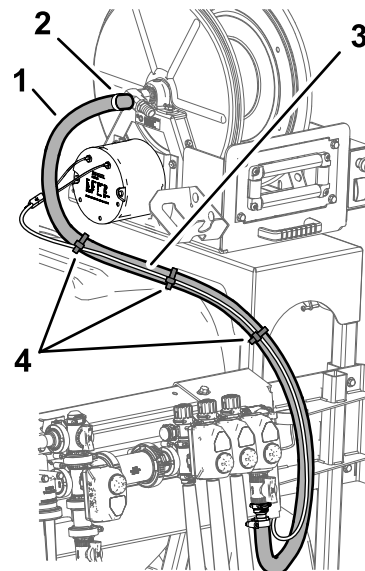

Figura 50
4. Ligue o tubo de 180 cm à união estriada do tubo no cilindro de tubagem e prenda o tubo à união com uma braçadeira de tubos como se mostra na Figura 50.
5. Prenda a cablagem do kit do cilindro articulado da tubagem para a tubagem de alimentação para o cilindro utilizando 3 braçadeiras de cabos (Figura 50).